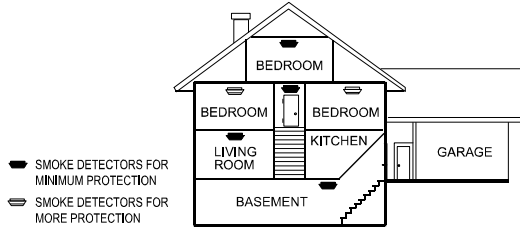

图 7. 在多层住宅里安装探头示意图
- 如图7所示, 在多层建筑或公寓的每一层安装一个烟感探头。